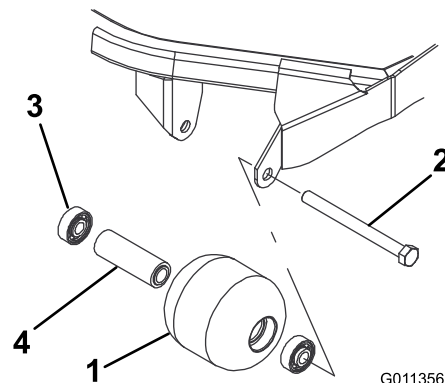

Bild 126
1. Entfernen Sie die Rollenbefestigungsschraube (Bild 126).
4. Prüfen Sie das Rollengehäuse, die Lager und das Distanzstück auf Beschädigungen (Bild 126). Tauschen Sie alle beschädigten Teile aus und bauen Sie alles wieder zusammen.
1. Drücken Sie das erste Lager in das Rollengehäuse (Bild 126). Drücken Sie dabei nur auf den äußeren Ring oder gleichmäßig auf die inneren und äußeren Ringe.
2. Setzen Sie ein Distanzstück ein (Bild 126).
3. Drücken Sie das zweite Lager in das Rollengehäuse (Bild 126). Drücken Sie gleichmäßig auf den inneren und äußeren Ring, bis der innere Ring das Distanzstück berührt.